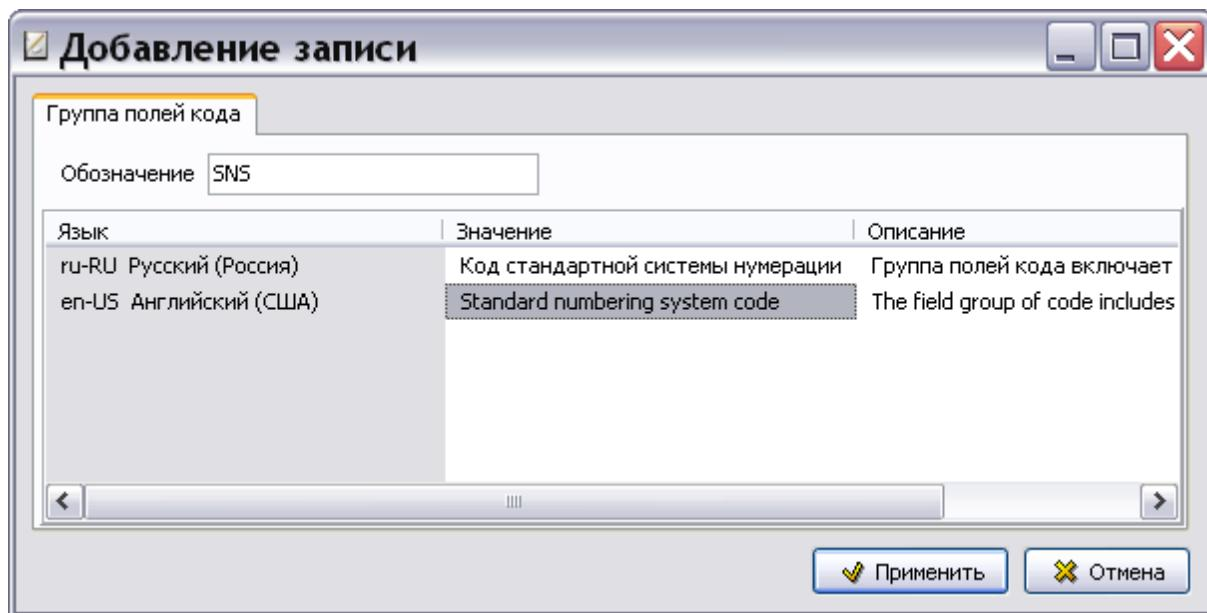

Рис. 2.9
3. В окне **Добавление записи** на вкладке **Группа полей кода** введите в соответствующие поля параметры группы полей кода (Рис. 2.9):